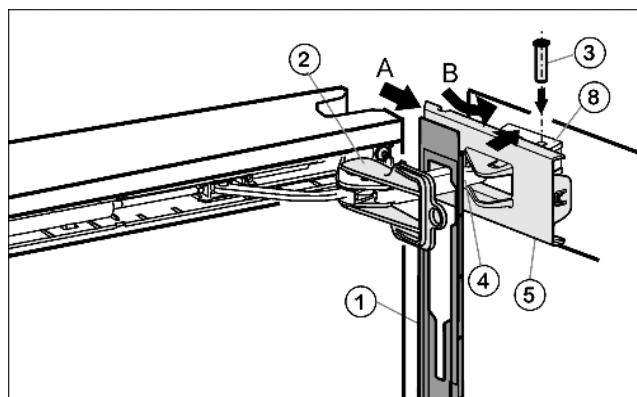

Fig. 16
- ▶ Accrocher le panneau Fig. 16 (1) sur l'étrier de l'amortisseur Fig. 16 (4), de telle sorte à ce que l'ergot d'encliquetage pointe vers l'intérieur et la face avant de l'appareil.
- ▶ Pousser le cache Fig. 16 (5) depuis l'extérieur (A) et le faire pivoter au-dessus de l'élément pivotant Fig. 16 (8) (B).
- ▶ Poser le cache Fig. 16 (5) et l'encliqueter jusqu'au premier enclenchement.
- ▶ Tirer l'étrier de l'amortisseur Fig. 16 (4) vers l'élément pivotant et enfoncer à nouveau le pivot Fig. 16 (3) à partir du haut, de telle sorte à ce que le carré repose dans l'évidement.
- ▶ Bloquer maintenant le cache Fig. 16 (5) complètement sur l'élément pivotant Fig. 16 (8).
- ▶ Retirer le dispositif d'arrêt Fig. 16 (2) en le tournant.
- ▶ Pousser le panneau Fig. 16 (1) sur la porte et encliqueter.